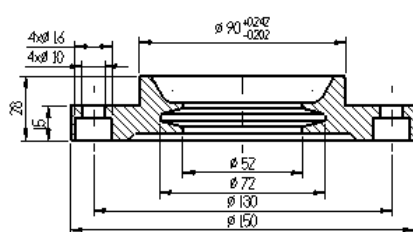

图 4.5.23 标注尺寸
(2) 创建图 4.5.23 所示的垂直尺寸。
② 放置尺寸。在图 4.5.23 所示的位置放置尺寸。